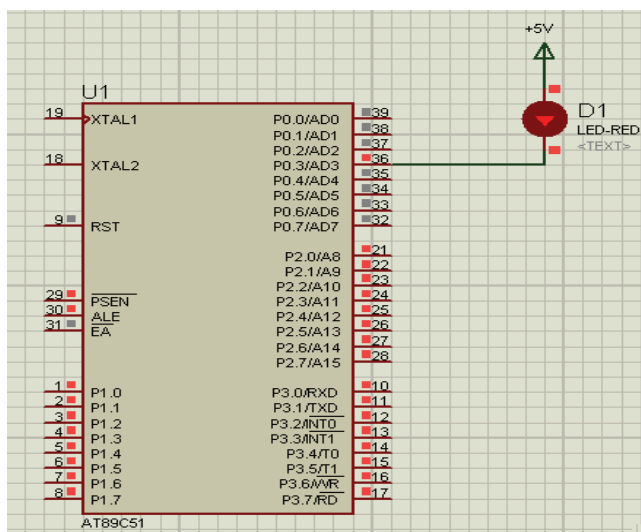

图 6.10 硬件电路仿真效果图
(4) 将 main.c、delay.a51 两个文件添加到同一个项目工程中编译,生成 sw.Hex 可执行代码。
(5) 利用 Proteus8.1 构建硬件电路,加载 sw.Hex 二进制代码,运行即可得到仿真效果图,如图 6.10 所示。